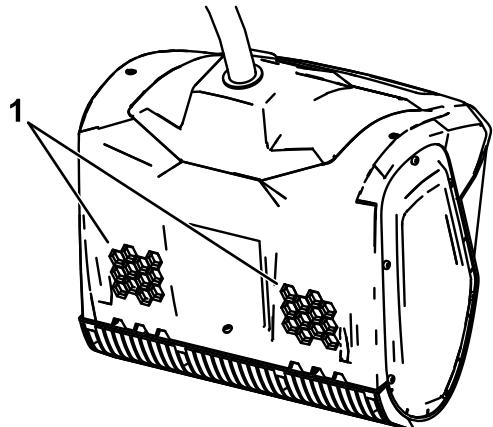

Bild 6
1. Stellen Sie sicher, dass die Entlüftungen auf der Rückseite der Maschine frei von Schnee oder Eis sind (Bild 6).